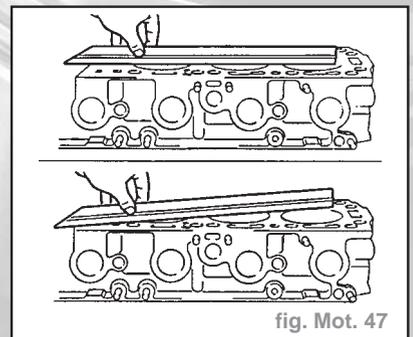

fig. Mot. 47
- contrôler la déformation en longueur et en largeur du plan de joint de la culasse et le voilage dans les diagonales. Utiliser une règle de précision (fig. Mot. 47).
- contrôler la déformation en longueur et en largeur au niveau des surfaces d'étanchéité de la culasse et le retrait en diagonale. Utiliser une règle de précision (fig. Mot. 47)